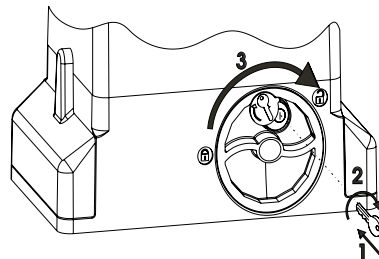

Рис. 21
- 1) Вставить ключ и повернуть по часовой стрелке, как показано на рис.21 пункты 1 и 2.
- 2) Повернуть расцепляющую систему по часовой стрелке до механического стопора, рис. 21 пункт 3.